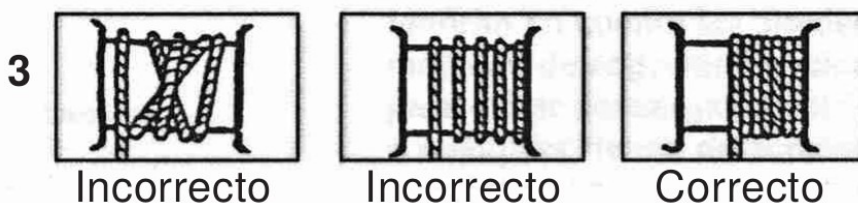

FIG. 3 — Enrolamento do cabo: incorreto / incorreto / correcto
- 17) O cabo deve ser enrolado como se indica na Fig. 3.